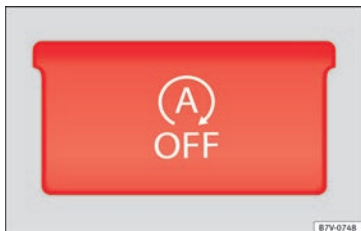

Fig. 207 I midterkonsollen: knap til start-stop-funktion
- Tryk på knappen  i midterkonsollen **» Fig. 207.**